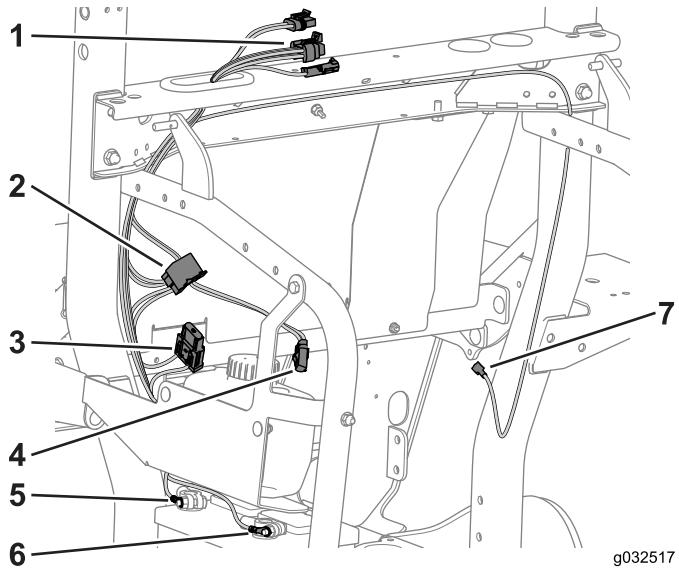

図 38
- キャブ用コネクタ3個をハトメに通す図38。
2. フレームサポートに沿って補助電源ワイヤを配設し、さらにROPSチューブに沿って下へ、オペレータコントロールの方へ導く図 38。
1. 赤線と黒線いずれも10ゲージを、フレーム左側のROPSチューブに沿ってバッテリーへ導く図38。